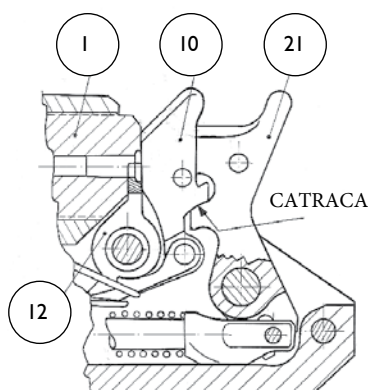

Fig. 10.03
- 1 Monte o bloqueador (item 10) na pistola, sem o extrator em posição (item 12).
- 2 Observe o encaixe da catraca - deve ter um encaixe bem próximo ao ideal (Fig. 10.03).
10.3 - SUBSTITUINDO A MOLA DA HASTE (item 19)